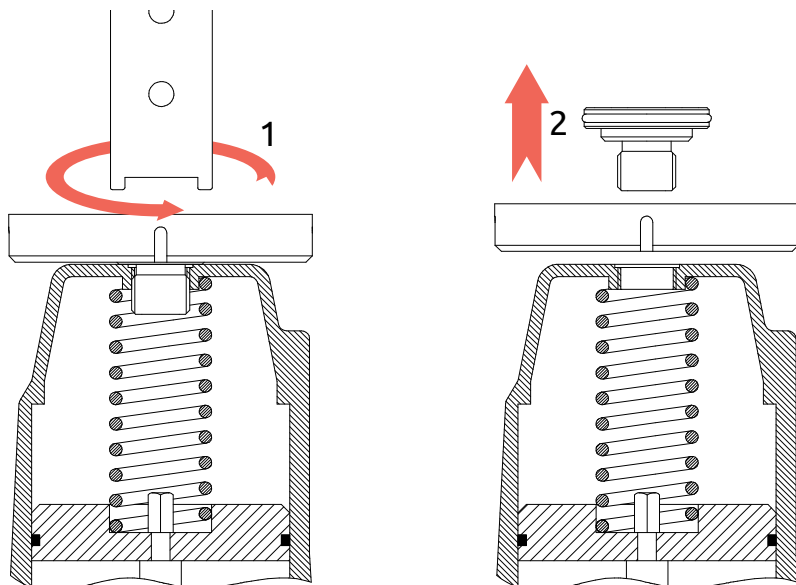

Рисунок 41 - Снятие адаптера с клапана
- 7) Придерживая рукой гайку, с помощью специального ключа выкрутите адаптер с пневмопривода клапана (см. рисунок 41).